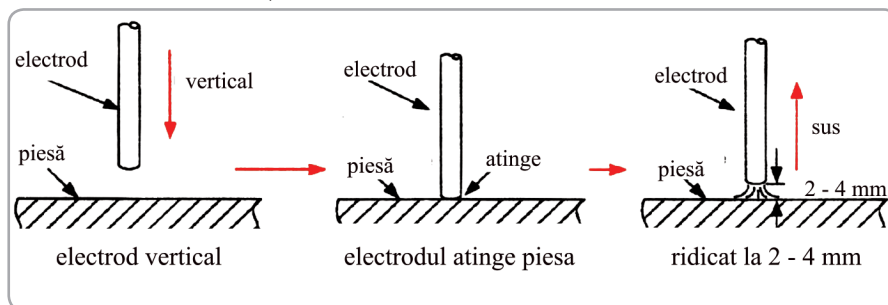

Fig.10
**Metoda inițializare arc (fig.10):**